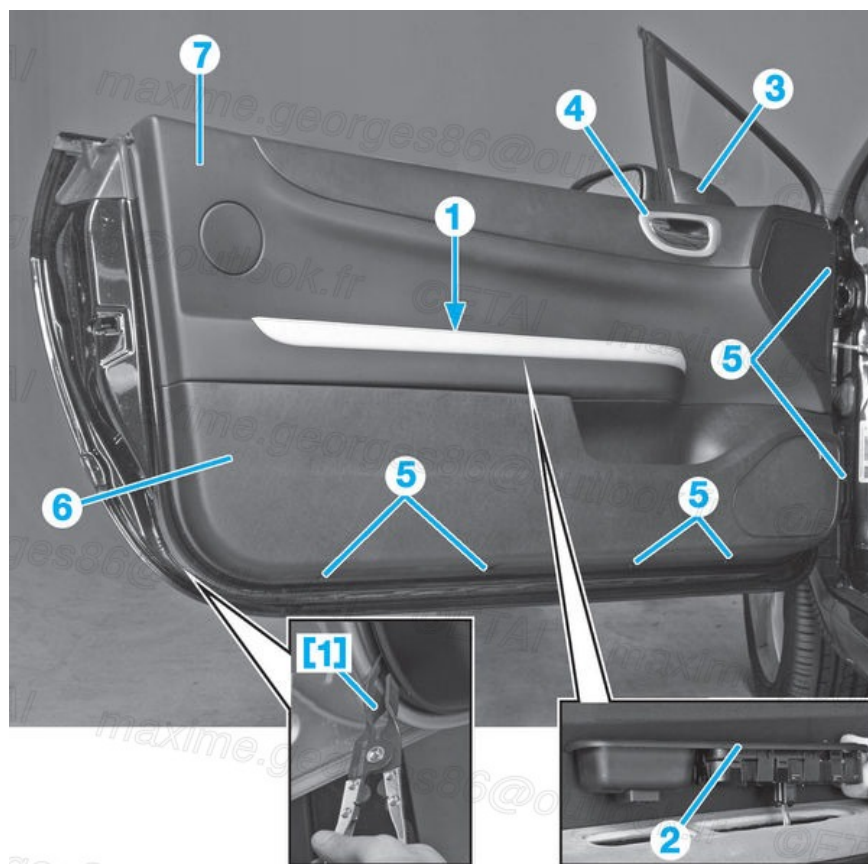

Fig.38
- Déposer (**Fig.38**) (/media/LEA/CAR_LEA_463/RTA714A-011-038X.jpg) :
- la vis (1) du bloc d'interrupteurs
- le bloc d'interrupteurs (2) après avoir débranché son connecteur
- le cache intérieur (3) des fixations du rétroviseur
- l'enjoliveur (4) de commande d'ouverture intérieure (ouvrir la poignée de commande et, à l'aide d'une spatule engagée au point (A), déclipper l'enjoliveur (4))
- les vis (5).
- Dégrafer le panneau inférieur (6) et supérieur (7) de garniture de porte, sans trop forcer afin de ne pas casser les agrafes, à l'aide de la pince [1].
- Déposer les garnitures (6) et (7).